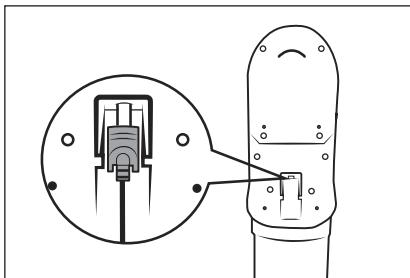

Fig. 8
- ▶ Oplad batteriet ② igen, så snart batteriindikatoren ③ angiver, at batteriet ②  kun har lidt strøm tilbage.
- ▶ Produktet slukkes lige efter, at det tomme batteri ②  vises.
- ▶ Støvsugeren kan også oplades direkte med netadapteren ⑩. Tag hulstikket ⑪ ud af vægholderen ⑯ med en let drejning, og sæt det ind i ladestikket ③ på produktet (se fig. 8).